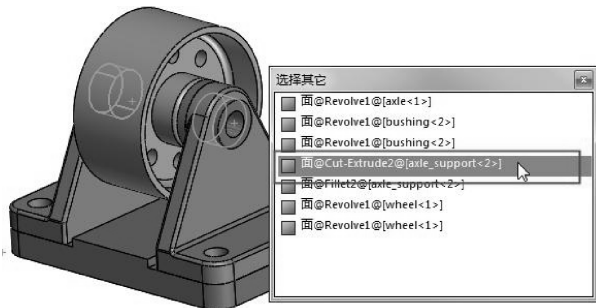

图 5-60 选择【测量到】的面
- 在属性面板中激活【测量到】收集框，然后按上步骤方法在对称的另一边选择【测量到】的面 (Axle_ support <2> 上镗孔的面)，如图 5-60 所示。